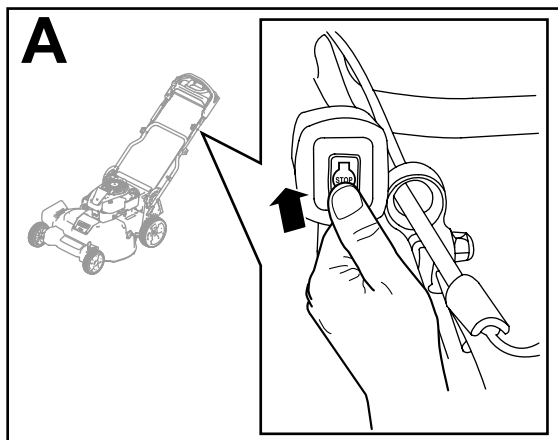

Bild 18
1. Drehen Sie den Zündschlüssel in die AUS-Stellung (A in **Bild 18**).
2. Wenn der Motor abgestellt ist, ziehen Sie den Zündschlüssel ab und nehmen ihn mit, wenn Sie sich von der Maschine entfernen (B in **Bild 18**).